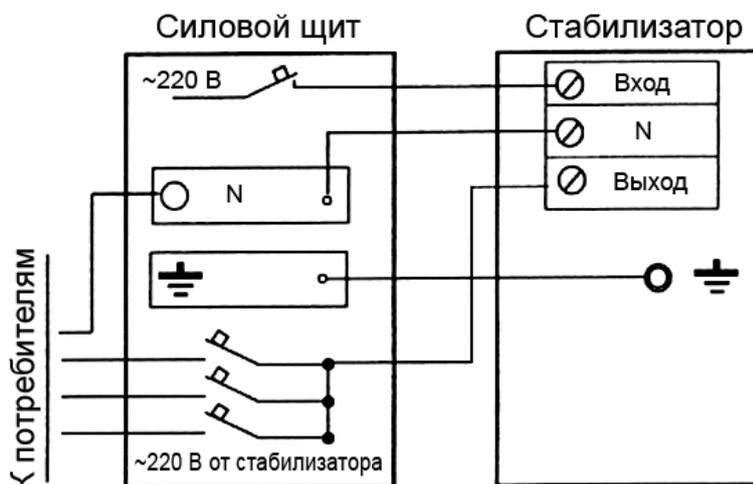

Рис. 3
- Подсоедините провода к стабилизатору согласно примерной схеме установки (См. Рис.3).